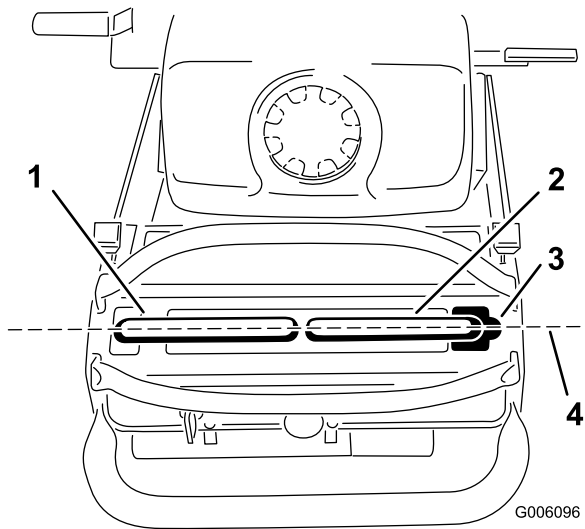

Bild 45
Wichtig: Stellen Sie sicher, dass die Spur des Rasenmähers nach dem Einstellen der Fahrtriebshebel richtig ist. Nach dem Einstellen der Spur können die Fahrtriebshebel ggf. nicht richtig in der Längsrichtung ausgerichtet sein (Bild 45).
1. Prüfen Sie nach dem Einstellen der horizontalen Ausrichtung die Ausrichtung in Längsrichtung (Bild 45).